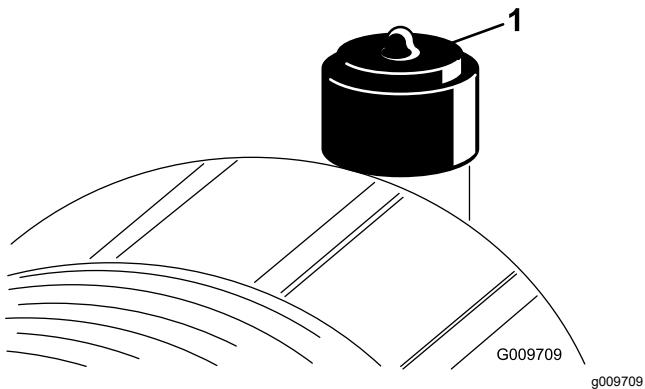

Figura 48
Faça a manutenção ao filtro de ar apenas quando o indicador de serviço (Figura 48) o exigir. Mudar o filtro de ar antes de ser necessário apenas aumenta a possibilidade de entrar sujidade no motor quando se retira o filtro.
6. Reinicie o indicador (Figura 48) se este se apresentar vermelho.